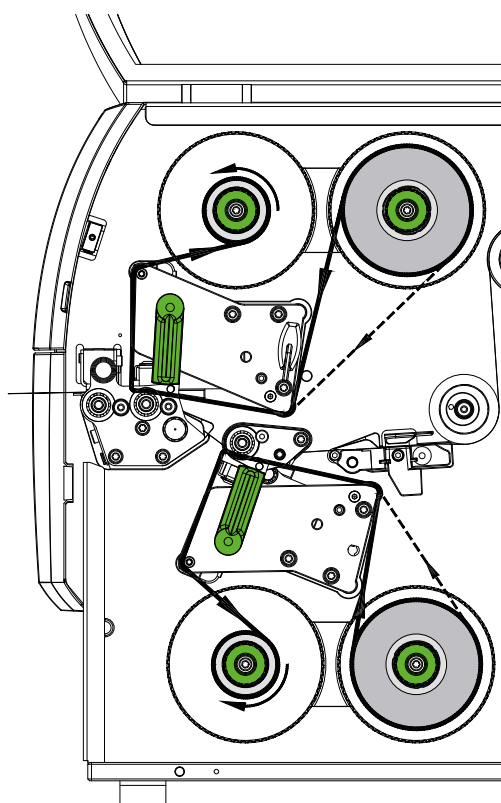

Figura 18 Paso del ribbon
6. Deslizar el núcleo adecuado (4) en el rebobinador de ribbon (5) y colocar del mismo modo que el carrete de ribbon y fijarlo.
7. Guiar el ribbon a través del mecanismo de impresión tal y como se muestra en la figura 18. La línea continua es para ribbons con recubrimiento con lado de tinta interior, la línea punteada es para ribbons con recubrimiento con lado de tinta exterior.
8. Fijar el inicio del ribbon centrado en el núcleo de ribbon (4) usando cinta adhesiva. Tener en cuenta el sentido de giro del rebobinador de ribbon en sentido antihorario.
9. Girar el rebobinador de ribbon (5) en sentido antihorario para alisar el paso del ribbon.
10. Girar la palanca (6) en sentido horario para bloquear el cabezal de impresión.
11. Abrir la tapa (8) y colocar el ribbon de igual modo en la unidad de impresión inferior (7). Aquí se aplican las indicaciones de dirección opuestas a la unidad de impresión superior, con excepción del sentido de giro de los botones giratorios.